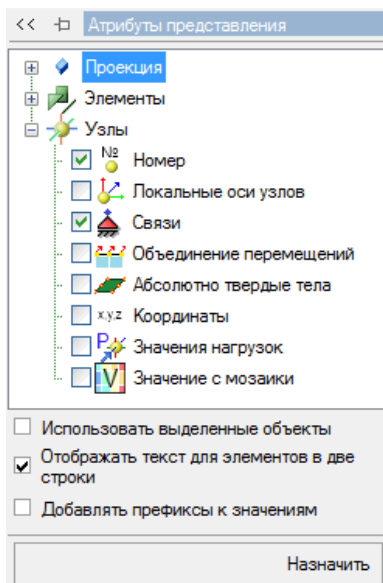

Рис. 29. Вывод на экран номеров узлов
- В панели активного режима **Атрибуты представления** в ветке **Узлы** установите флажок **Номер** (рис. 29).